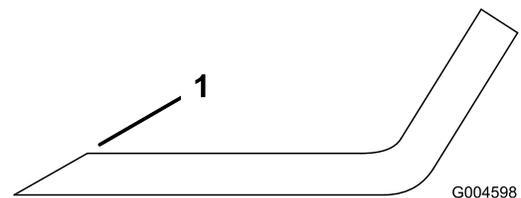

Figure 34
1. Au moyen d'une lime, aiguissez le tranchant aux deux extrémités de la lame (Figure 34) Veillez à conserver l'angle de coupe d'origine. Limez la même quantité de métal sur les deux tranchants pour ne pas déséquilibrer la lame.